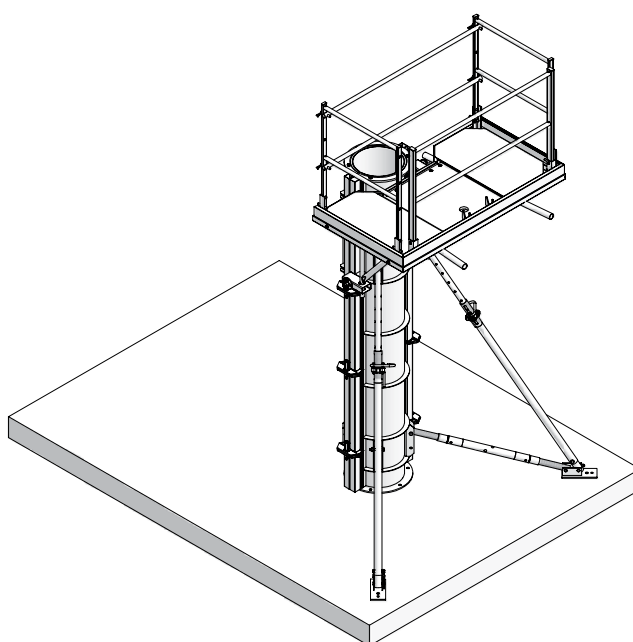

Fig. 9.2
2. Raccorder les deux demi-coques avec des serrures de coffrage Mammüt (fig. 9.2).